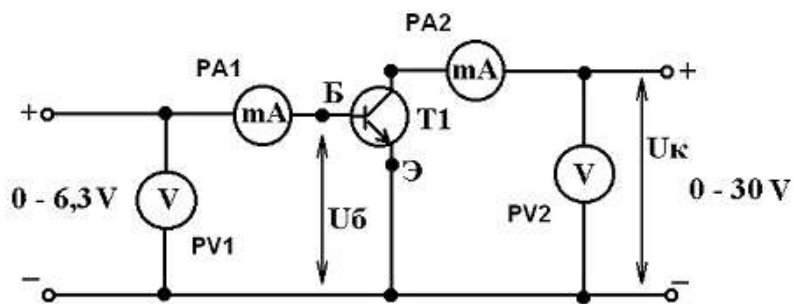

Рис. 11.7. Схема лабораторной работы
1. Собрать схему лабораторной установки для снятия статических характеристик транзистора (рис. 11.7).